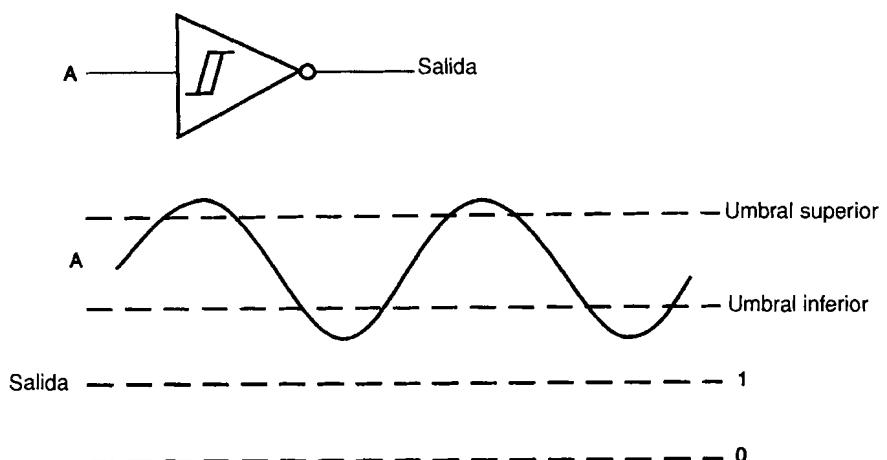

FIGURA 11-10
3. Dibuje las formas de onda del circuito de la figura 11-10. [1]